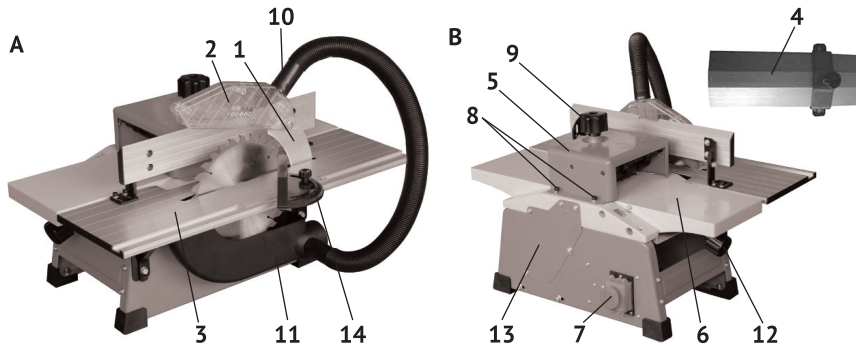

Рис. 1
4.1 Общий вид станка схематично представлен на рис.1 (а; б)
Пуск станка осуществляется с помощью выключателя (7) (рис. 1).